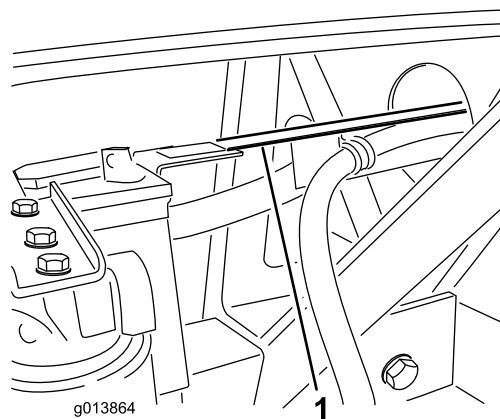

Bild 10
33. Die Schlauchführung sollte über der Lasche von der vertikalen Stütze des Batteriefachs sitzen (Bild 10). Wenn die Löcher in der Schlauchführung nicht mit den Löchern in der Batteriefachlasche übereinstimmen, können Sie die Länge der Schlauchführung einstellen. Lösen Sie die Schrauben, mit denen die Schlauchführung an der Halterung des Hydraulikbehälters befestigt ist, und schieben Sie die Schlauchführung nach vorne oder hinten.
34. Befestigen Sie die Schlauchführung mit zwei Schrauben (1/4 x 3/4 Zoll) und Bundsicherungsmuttern an der Lasche des Batteriefachs (Bild 10).